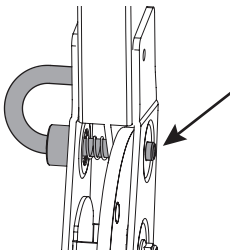

Figure 6
**NOTE :** Voir la broche ROPS correctement installée (entièrement engagée) (Figure 6).